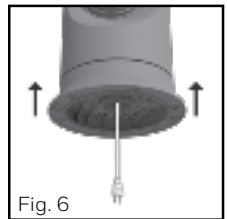

Fig. 6
- Baje la carcasa del ventilador en la base (Fig. 6).